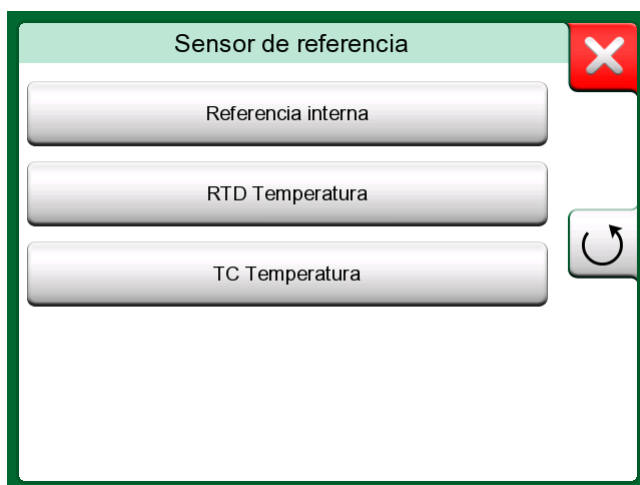

Figura 65: Calibrador Documentador, cuadro de diálogo de selección de sensor de referencia
- **Generada/Controlada** (disponible cuando el bloque de temperatura está activado): el calibrador genera la temperatura con un bloque de temperatura interno o controla la generación de temperatura mediante un equipo externo. Este método se puede usar con un sensor de referencia interno o externo (consulte la figura Figura 65: Calibrador Documentador, cuadro de diálogo de selección de sensor de referencia en la página 85);